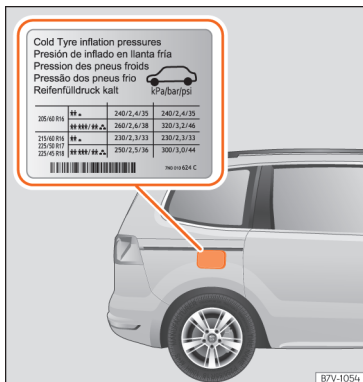

Abb. 295 Einbauort des Reifenfülldruck-schildes.
- Passen Sie bei größerer Zuladung den Reifendruck entsprechend an »» **Abb. 295**.
Der richtige Reifenfülldruck für werkseitig montierte Reifen ist auf einem Aufkleber angegeben – gilt für Sommer- und Winterreifen. Der Aufkleber »» **Abb. 295** befindet sich entweder an der Fahrertürsäule oder an der Innenseite der Tankklappe.
Der Reifendruck muss der aktuellen Fahrzeugbeladung angepasst werden. Wenn das Fahrzeug voll beladen werden soll, muss der Reifenfülldruck entsprechend dem auf dem Reifenfülldruck-Aufkleber »» **Abb. 295** angegebenen maximalen Wert erhöht werden.
- **Der Fahrer ist verantwortlich für den richtigen Reifenfülldruck an allen Reifen am Fahrzeug. Der empfohlene Reifenfülldruck befindet sich auf einem Aufkleber »» **Abb. 295**.**
- Immer den richtigen Reifenfülldruck am kalten Reifen einhalten, wie auf dem Aufkleber angegeben »» Abb. 295.